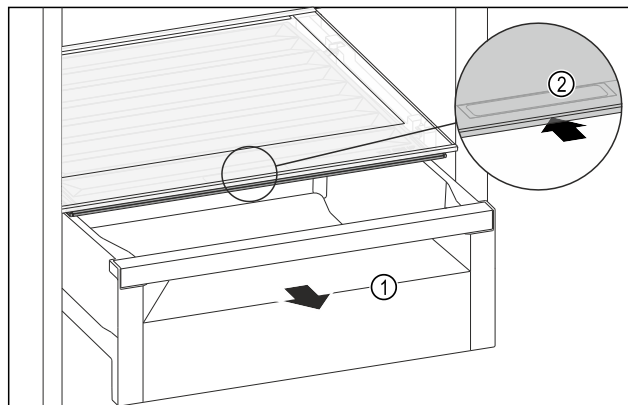

Fig. 109
- ▶ Wyciągnąć szufladę Fig. 109 (1).
- ▶ Chwycić uchwyt wpuszczany Fig. 109 (2) na pokrywie komory i przesunąć pokrywę jednocześnie do tyłu.